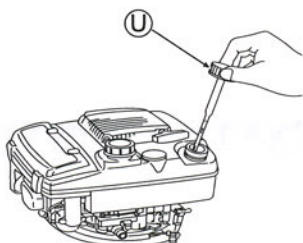

Рис. 2.
- 1 Снимите крышку масляного бака (U), выньте масляный щуп, затем вставьте его, не вкручивая. (См. рис. 2.)
- 2 Извлеките крышку масляного бака (U) и проверьте, чтобы уровень масла находился между отметками верхнего и нижнего уровня на щупе.
- 4 Плотно закройте крышку масляного бака (U) после выполнения вышеупомянутых процедур.